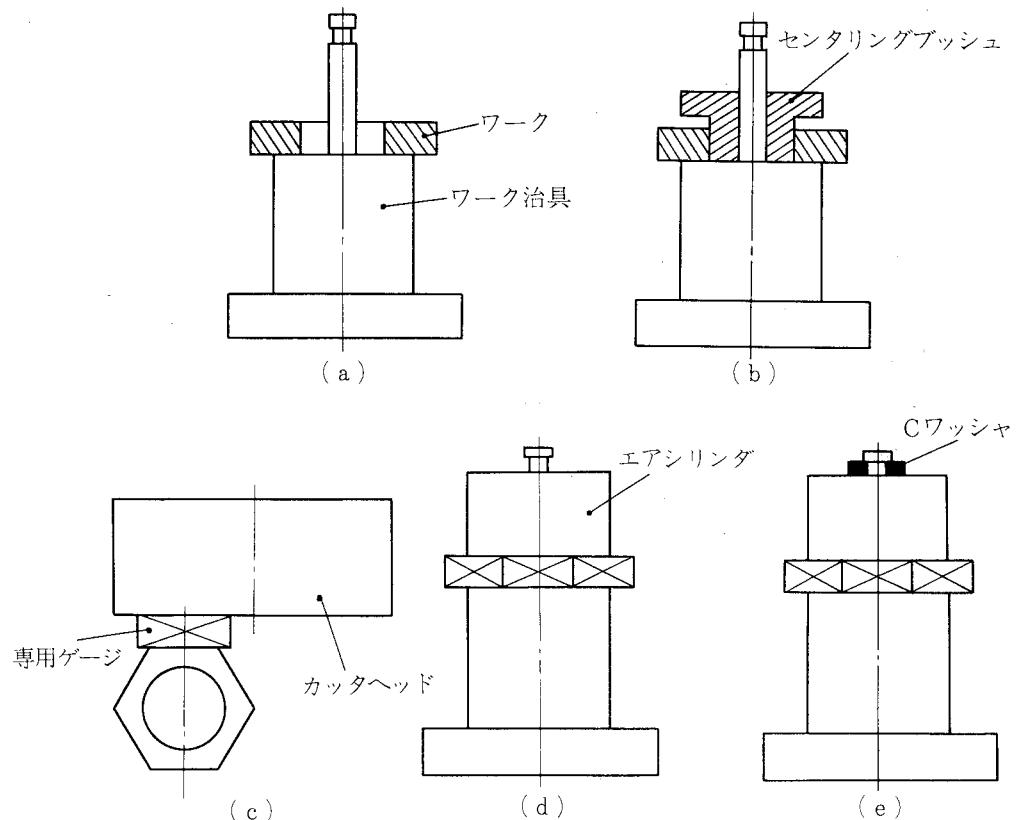

図1—10 ワークの取付け
- (1) ワーク治具上面をアセトン等溶剤できれいにする。
- (2) ワーク両端面（クランプ面）にゴミ、カエリ等がないことを確認する。
- (3) ワークをワーク治具上にセットする〔図1—10(a)〕。
- (4) センタリングブッシュで心出しをする〔図1—10(b)〕。
- (5) 専用ゲージをあててワーク第1面をX軸送りテーブル運動線と平行にセットする〔図1—10(c)〕。
- (6) センタリングブッシュをはずし、エアシリンダをかぶせる〔図1—10(d)〕。
- (7) Cワッシャでとめる〔図1—10(e)〕。
- (8) エアーを供給し、クランプする。